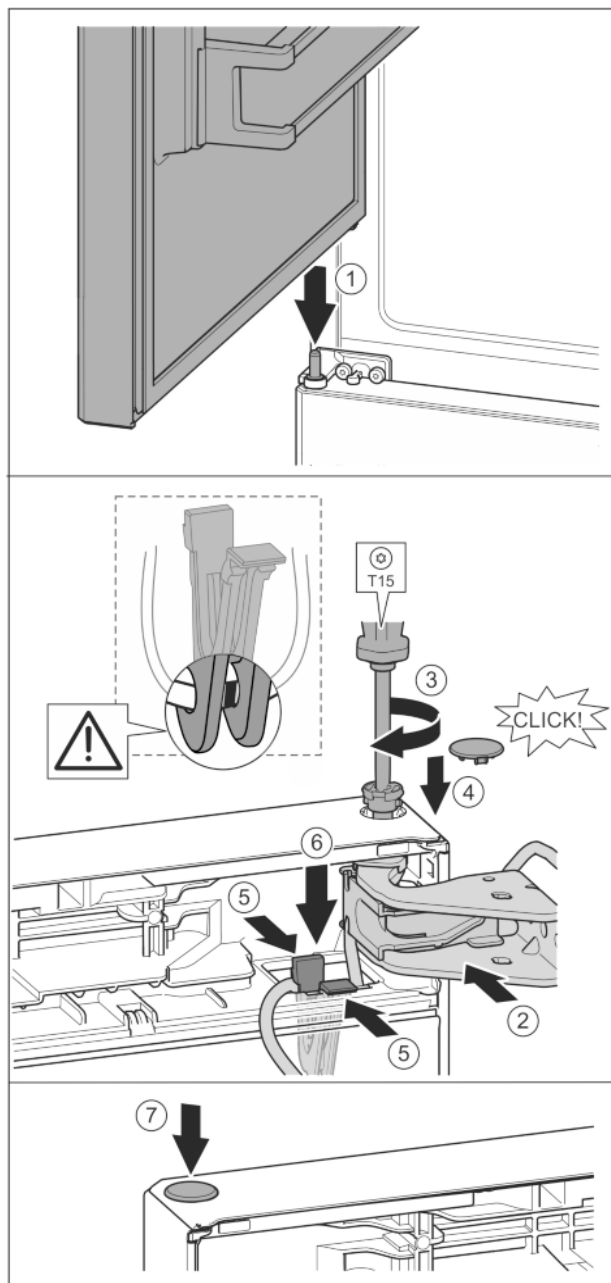

Fig. 41
- ▶ Założyć górne drzwi na środkowy sworzeń zawiasu Fig. 41 (1)
- ▶ Wyrównać drzwi u góry względem otworu w płytce zawiasu. Fig. 41 (2)
- ▶ Założyć sworzeń i dokręcić śrubokrętem T15. Fig. 41 (3)
- ▶ Zamontować osłonę bezpieczeństwa w celu zabezpieczenia drzwi: Włożyć osłonę zabezpieczającą i sprawdzić, czy przylega ona do drzwi. Ponadto założyć cały sworzeń. Fig. 41 (4)
- ▶ Uchwyt z zamocowanym kablem umieścić w otworze. *Fig. 41 (5)*
- ▶ Uchwyt przycisnąć, aż nakładka zatrzaśnie się. *Fig. 41 (6)*
- ▶ Założyć zatyczkę. *Fig. 41 (7)*